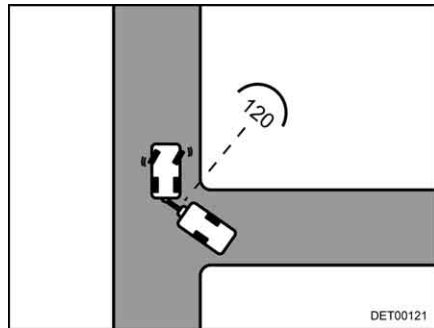

Fig. 14 Svoltata all'incrocio
- Appena entrambi i veicoli si trovano ad un angolo di ca. 120° l'uno rispetto l'altro, fermarsi (Fig. 14).